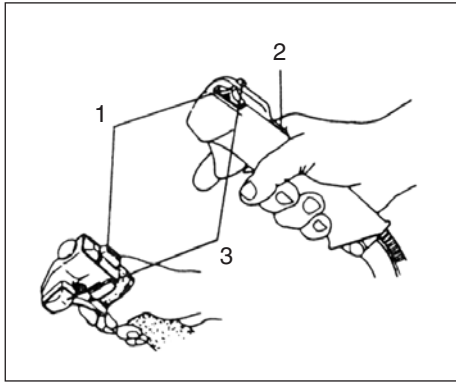

Fig.2-2
### Start (Fig. 2-2)
1. Sæt tændingskontakten (1) på positionen ON. (Fig. 2-2)
2. Tryk sikkerhedsafbryderen (2) (hvis monteret) ind, træk i gashåndtaget, og tryk på låseknappen (3). Slip derefter først gashåndtaget langsomt og derefter sikkerheds-afbryderen. Det låser gashåndtaget i startpositionen. (Fig. 2-2)